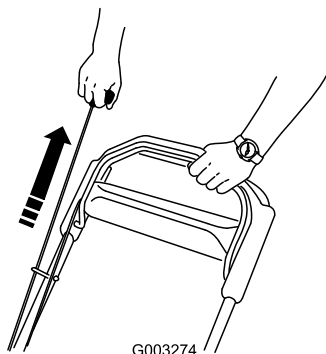

Figure 19
3. Tirez sur la poignée du lanceur (Figure 19).